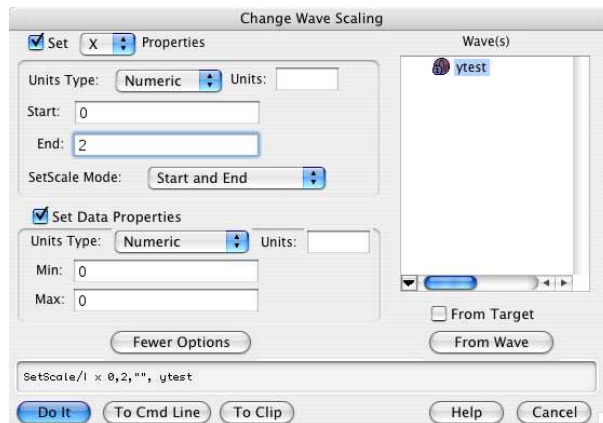

Fig. 2
2. Sélectionner *Data* \triangleright *Change Wave Scaling* et remplir la boîte de dialogue comme sur le panneau de la figure 2, de façon à ce que l'échelle horizontale de **ytest** varie de 0 à 2 (prendre garde à bien sélectionner le mode *Start and End*).